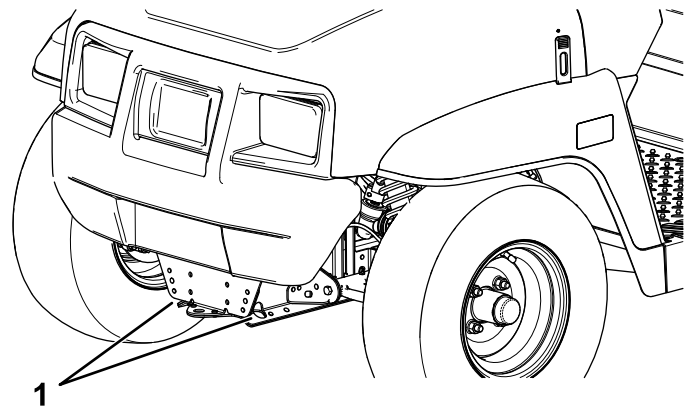
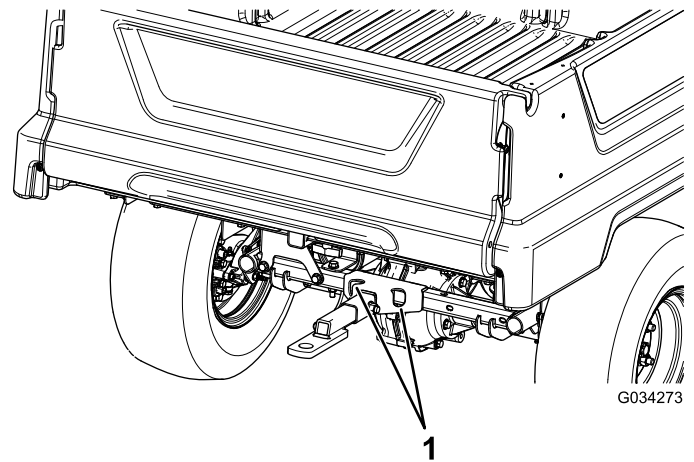

图 20
图 21
请参阅图 20 和图 21 查看机器栓系点的位置。
2. 将拖绳系在机器机架前面的牵引杆上 图 20。